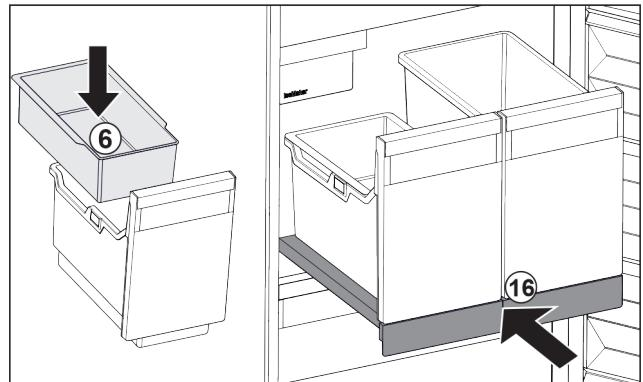

Fig. 35
- Vstavite obešalno skodelico Fig. 35 (6) za ledene kocke.
- Vstavite izvlečno polico s posodo (IceTower). Fig. 35 (16)